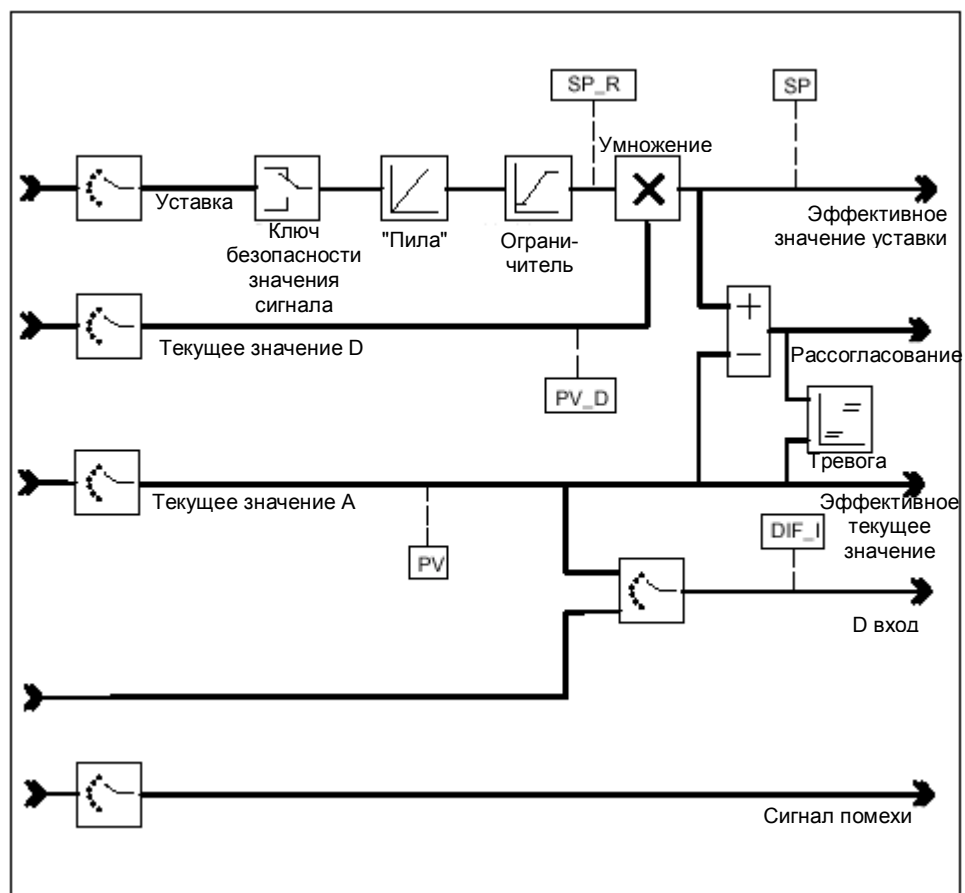

Рис. 7-16 Отображение диагностики сигнала ошибки
- Параметр SP\_R используется только для пропорционального или смешанного управления. Он отображает коэффициент пропорциональности, определенный посредством ввода уставки (см. рис. 7-16).
где offset - смещение, параметр, который может быть сконфигурирован нажатием кнопки "Multiply" ("Умножить") (см. рис. 7-16).
- DIF\_I - входное значение "дифференцирующего" компонента PID регулятора; он используется не только для пропорционального или смешанного управления (см. рис. 7-16).